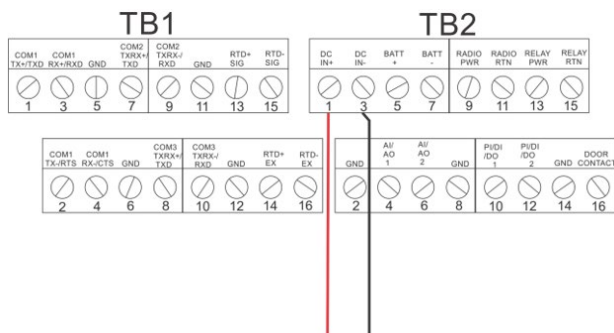

Figura 8. Cableado a la fuente de alimentación de CC
- Insertar cada extremo descubierto del cable en su conector adecuado y fijar el cable (consultar las *Figura 8*).